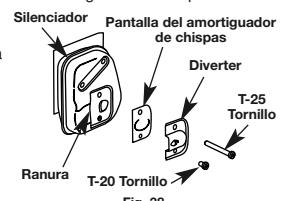

Fig. 38
- Con un destornillador de vástago plano o broca Torx T20, saque el tornillo que conecta la cubierta del amortiguador de chispas al silenciador (Fig. 38).